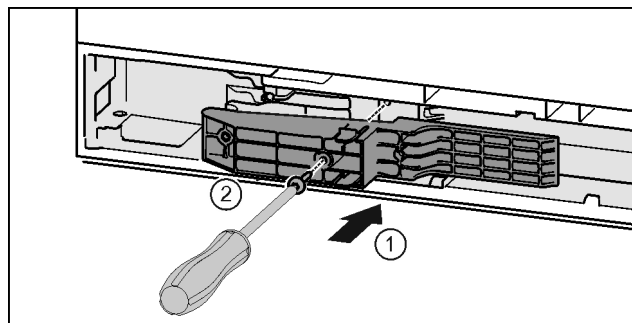

Fig. 45 *
- ▶ Sæt adapterstykket ind i udsparringen på grebssiden. Fig. 45 (1)*
- ▶ Stram skruerne med skruetrækker T15. Fig. 45 (2)*